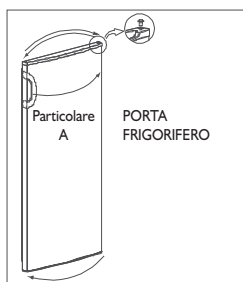

Fig. 7
7. Sostituire la bussola superiore il relativo copri-bussola. (Fig. 7) (Utilizzare il copri-bussola contenuto nel sacchetto del manuale utente). Rimuovere bussola e arresto inferiori e montare gli stessi sul lato sinistro. (Fig. 7)
- 7.1 Rimuovere i coperchi della maniglia della porta. Svitare le viti che trattengono la maniglia della porta. Montare la maniglia sul lato destro procedendo in senso inverso rispetto alla sequenza precedentemente descritta. (Fig. 7/ Particolare A) (solo per design "New Emotion")